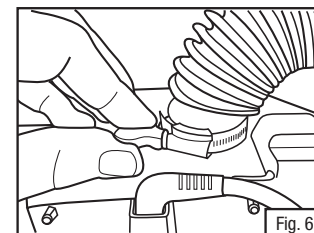

Fig. 6
- S'assurer que l'extrémité du tuyau de respiration est visible entre l'ensemble respirateur d'épuration d'air propulsé turbo et le collier de serrage (Fig. 6).